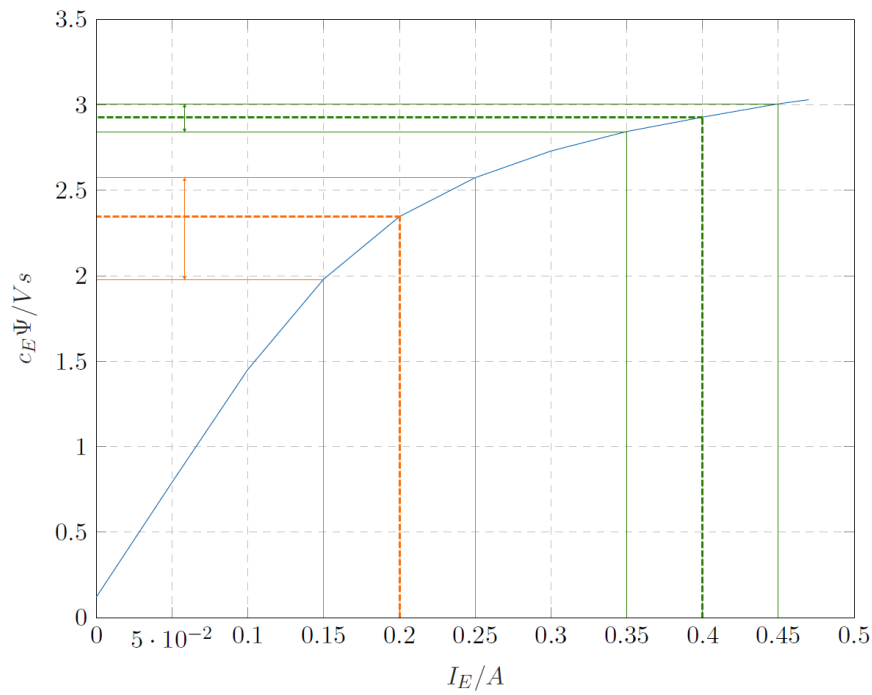

Abbildung 5.3: Kurve der Magnetisierungskennlinie mit Nennpunkt
d) In den letzten Aufgabenteil soll der Nennpunkt in die Magnetisierungskennlinie eingezeichnet werden und es soll begründet werden, warum der Nennfluss in diesem Bereich festgelegt liegt. Die Arbeitspunkte $I_{E1} = I_{EN}$ und $I_{E2} = \frac{1}{2}I_{EN}$ sind auch zu vergleichen. Der Nennpunkt liegt in unsere Magnetisierungskennlinie am Arbeitspunkt $I_{E1} = I_{EN}$ (Abbildung 5.3). Diese haben wir so bestimmt, indem wir den Erregerstrom so weit erhöht haben, bis sich die Ankerspannung nicht mehr ändert. Dies ist bei $I_{EN} = 0.47A$ der Fall.
In der Abbildung 5.3 kann man im Arbeitspunkt I_{E1} erkennen, dass bei Änderungen von I_E von ± 50 mA, $\Delta\psi$ deutlich kleiner ist, als im Arbeitspunkt I_{E2} . Somit ist der AP1 günstiger, da es zum einen geringeren Ankerstrom erzeugt und sich somit die Maschine langsamer erwärmt - man muss die GM weniger kühlen. Auch kann man einen kleineren Querschnittsfläche für die Drähte, wegen des kleineren Ankerstroms benutzen. Die geringe Änderung von I_{E1} heißt auch, dass sie einen geringeren Einfluss auf den Fluss hat und es zu einer stabileren Drehzahl der Gleichstrommaschine führt.